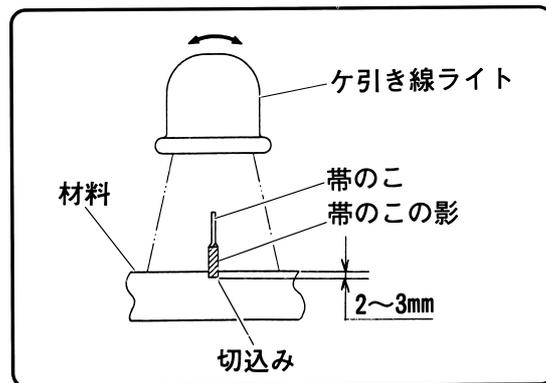

図 38
(図38)
- (2) 材料をそのままの状態、帯のこを材料から約 100mm の高さまで上昇させます。
- (3) ケ引き線ライトを点灯し、ケ引き線ライトを上下左右に振り、帯のこの影と切込み位置を合わせます。(図38)